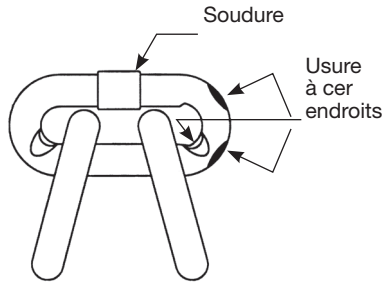

Figure 6 - Inspection de la chaîne
1. La chaîne pour détecter une élongation ou une usure excessive (Voir les Figures 6 et 7 à page 7).